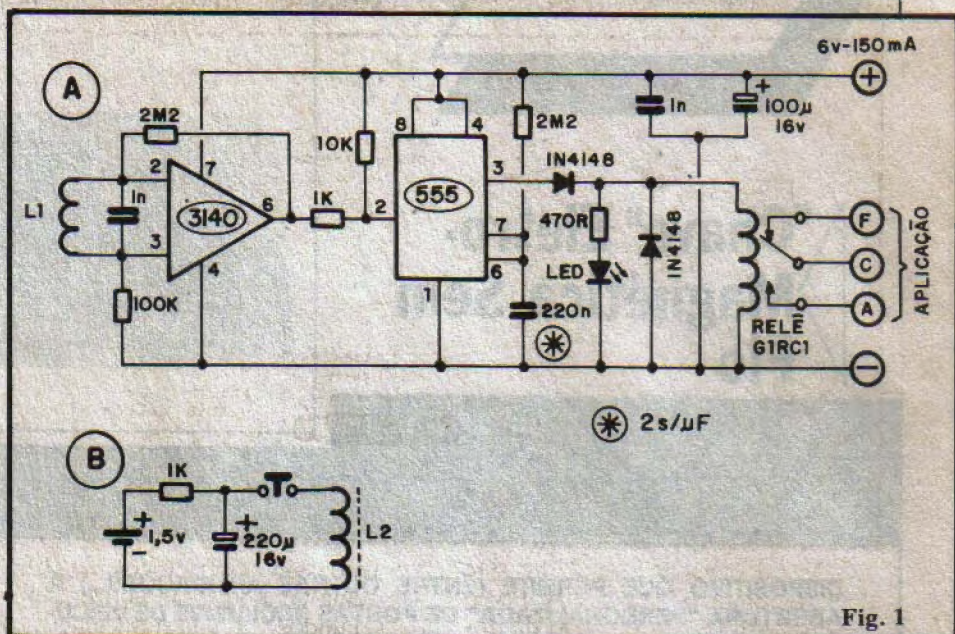

Fig. 1
mento e testes do Projeto, levou-se em consideração que - normalmente - luminárias com lâmpadas fluorescentes trabalham sob "wattagens" bem mais baixas (principalmente na iluminação de corredores ou áreas de uso coletivo em edifícios de apartamentos...). Na solução do seu problema, recomendamos as seguintes experiências: colocar **starters** novos nas luminárias e/ou modificar o valor do capacitor de **gate** original do TRIAC (100n no projeto básico da MIPCOB). Tente, inicialmente, valores de 47n e 220n... Detetado o sentido da "melhora", volte a modificar o valor, até obter um acionamento mais firme das lâmpadas. Em último caso, tente agir sobre a elevada frequência de **clock** (gerada, no circuito do MIPCOB pelo **gate** do 4093 delimitado pelos pinos 8-9-10 - fig. 1 - pág. 12 - APE 15), modificando experimentalmente o capacitor original de 2n2, inicialmente dentro da faixa que vai de 1n a 4n7, verificando se a melhora ocorre com a modificação "para menos" ou "para mais" e, em seguida, procurando adequar um valor que mostre o acionamento mais perfeito. Para finalizar, verifique se as luminárias que pretende controlar, em funcionamento normal (acionadas por interruptores) também não apresentam o mesmo comportamento instável na partida (isso é **muito** comum em instalações velhas...). Se isso ocorrer, obviamente que a "culpa" **não** é da MIPCOB! Tratar-se-á de um defeito inerente à "idade" dos reatores, que devem ser substituídos!
Realmente, Tércio, o desempenho do MALOSA (modéstia à parte...) é **muito bom**, desde - obviamente - que seja usado para o fim descrito no artigo original e dentro dos esquemas de ligação propostos em APE 14! Você mesmo já identificou onde está o seu erro: no casamento de impedâncias! A rede original de entrada do MALOSA foi dimensionada para sinais de **baixa** impedância e **alto** nível (normalmente encontrado nas "saídas para falante" de qualquer equipamento de áudio...), enquanto Você tentou ligá-lo numa fonte de sinal com impedância **alta** e nível relativamente **baixo**! Para um perfeito desempenho, Você terá que fazer pequenas alterações nessa rede de entrada, conforme sugere a fig. B. Primeiro elimine o resistor original de 1K (marcado com um asterisco dentro de um quadradinho, na fig. 1 - pág. 8 - APE 14), simplesmente **não o colocando** na placa. Elimine também o resistor original de 4K7 (marcado com um asterisco dentro de um pequeno círculo, na mesma figura mencionada...), porém, nesse caso, substituindo-o, na placa, por um **jumper** (pedaço de fio). Com tais providências, o potenciômetro original de 100K (volume) ficará praticamente "sozinho" na determinação da impedância de entrada do MALOSA, além do que o nível de atenuação do sinal será drasticamente "manejado". Para uma melhor "passagem" de frequências, dentro dessa nova utilização, substitua também o capacitor eletrolítico de entrada original (10u) por um de 4u7 (asterisco num quadradinho, na fig. B). Finalmente, para inserir um controle de
A fig. 1 mostra, em (A) o esquema do Módulo de Recepção e Comando e em (B) o diagrama da "chave" eletro-magnética portátil. Analisemos primeiramente a "chave" (fig. 1-B) que não poderia ser mais simples (a idéia é justamente reduzir os componentes ao mínimo absoluto, para "ganhar" portabilidade...).
O Módulo de Recepção (fig. 1-A) é também simples. Seu bloco de entrada está estruturado em torno de um Integrado CA3140 (Am-